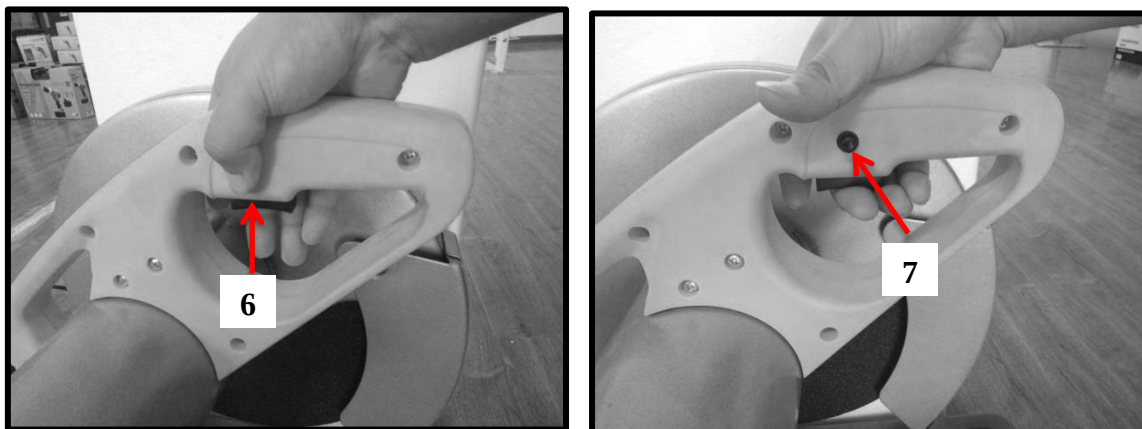

Рис.7
1. Нажмите на предохранительную кнопку **7** (рис.1 и рис.7) и триггерный выключатель **6** (рис.1 и рис.7) , чтобы включить отрезной станок.